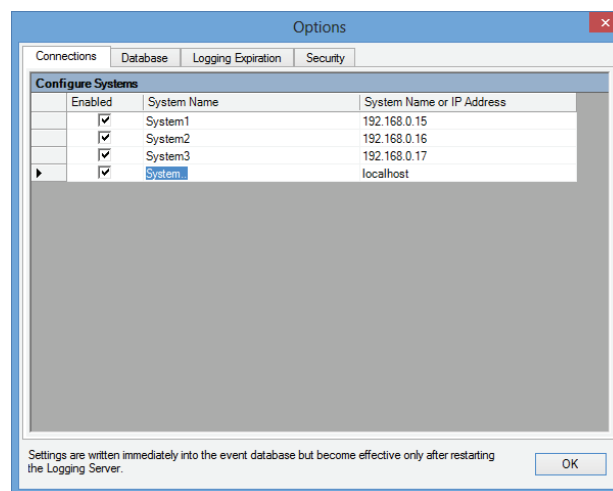

figura 58.6: Agregar un sistema (1)
- 1 Haga clic en el campo *Enabled* de la fila que está marcada con un asterisco (\*). Se agregará una nueva fila a la lista de sistemas (consulte figura 58.6).